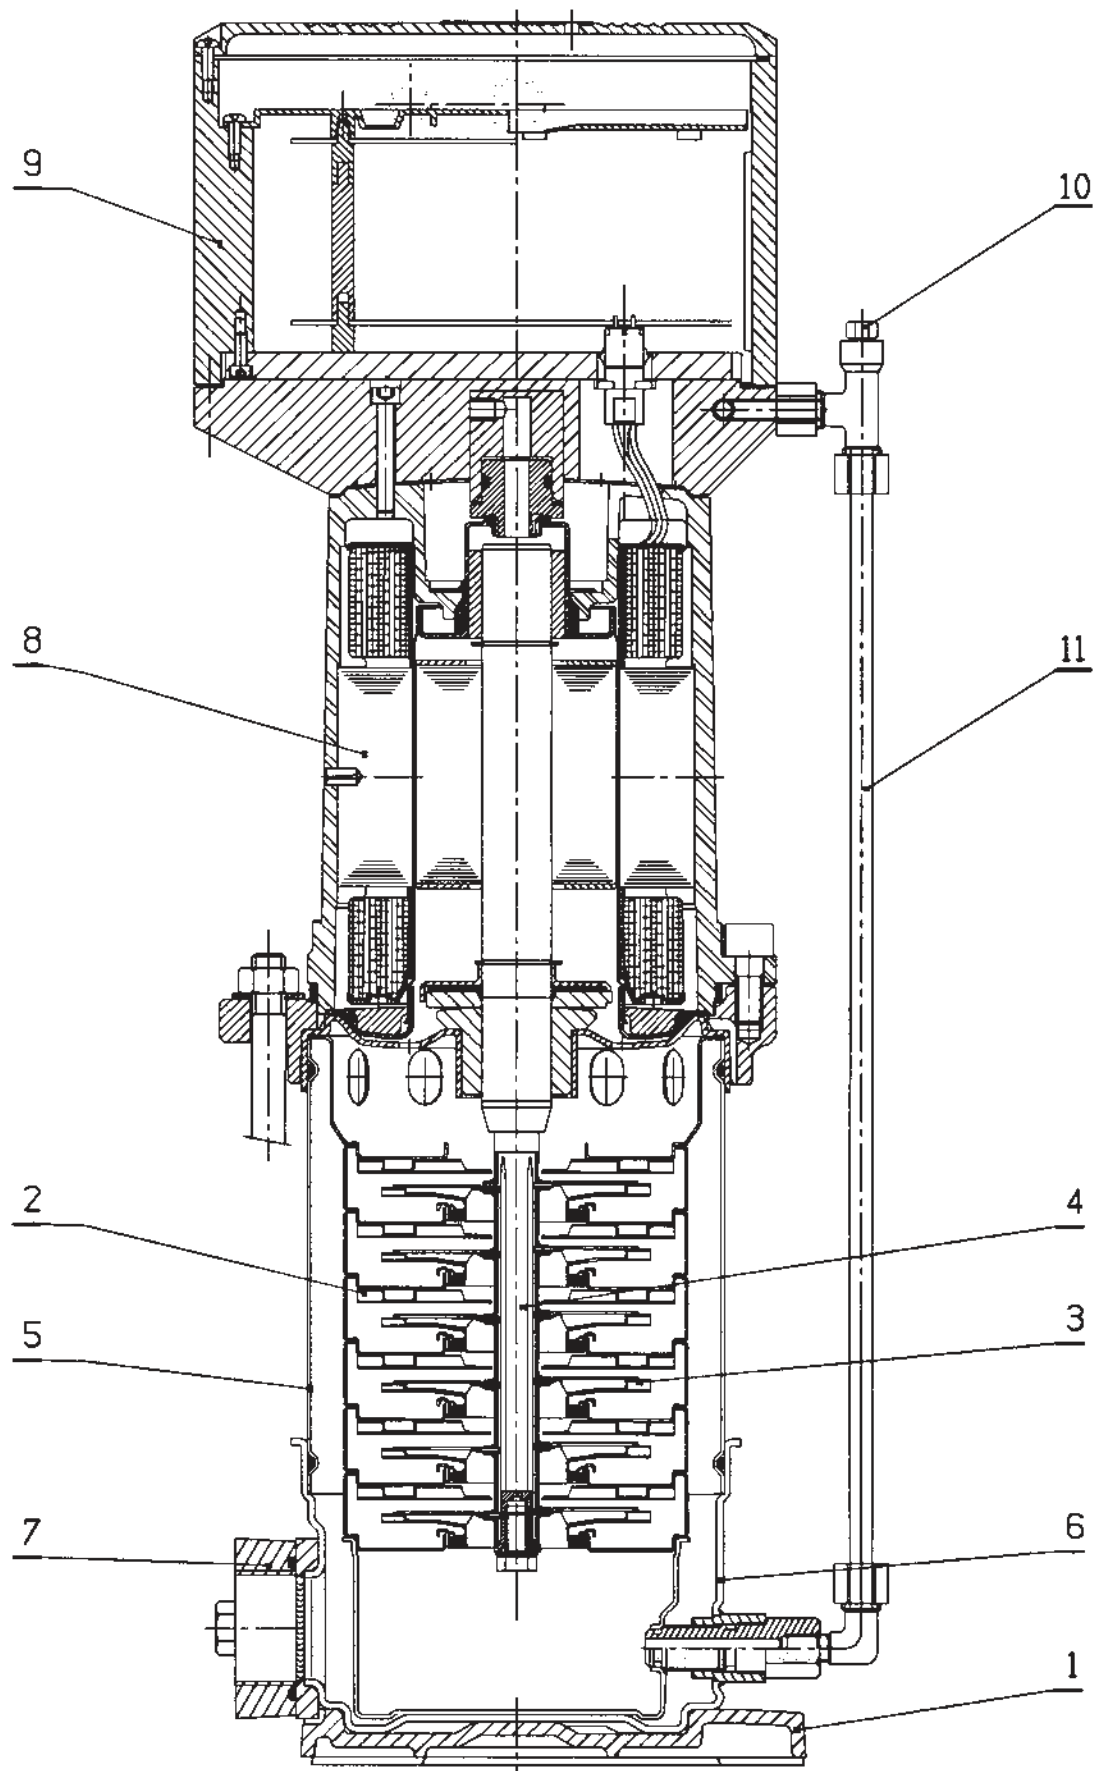

Fig. 1
- Закрывать оба запорных вентиля на подающем и напорном трубопроводах, открыть винт для удаления воздуха (fig. 1, поз.10) на полтора оборота.
- Если место установки насоса не защищено от мороза, то в холодный период следует слить воду из насоса и трубопроводов. Для чего закрыть запорные вентили, открыть сливные пробки в нижней части насоса (fig.1, поз. 6) и открыть винт для удаления воздуха. Перед открытием сливного отверстия следует закрыть запорные вентили на трубопроводах.